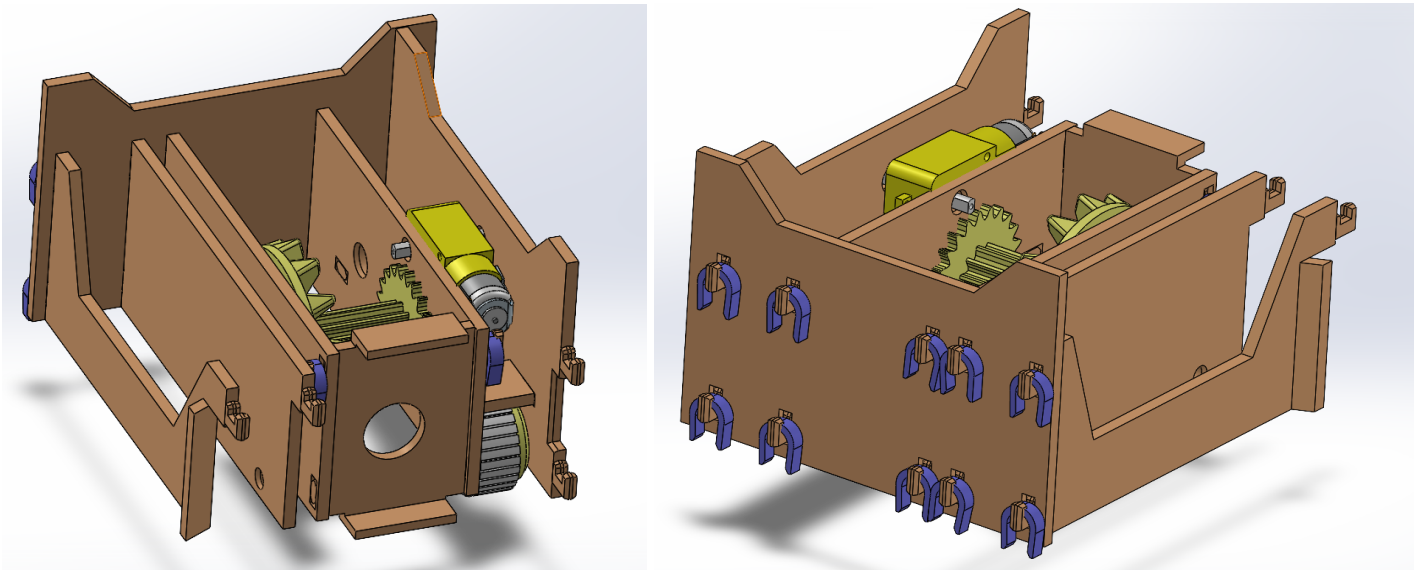

FIGURE 7
**ÉTAPE 7 :** Dans cette étape, nous prenons les murs numérotés 12 et 13, nous les faisons passer à travers le mur arrière numéroté 2 qui est installé dans l'ÉTAPE 6 comme on peut le voir dans la figure 7, puis nous les fixons avec les mêmes broches pourpres fines.